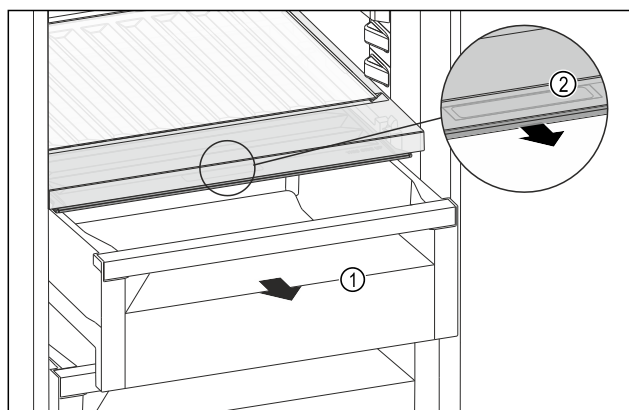

Fig. 144
- ▶ Húzza ki a fiókot Fig. 144 (1).
- ▶ Fogja meg a süllyesztett fogantyút Fig. 144 (2) a rekeszfedélen, és ezzel egy időben húzza előre felé a rekeszfedélet.